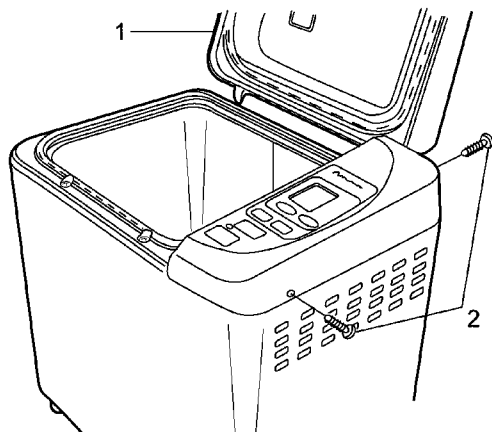

Рис. 1
1. Отсоединить 2 винта, крепящих панель управления. (Рис. 1)